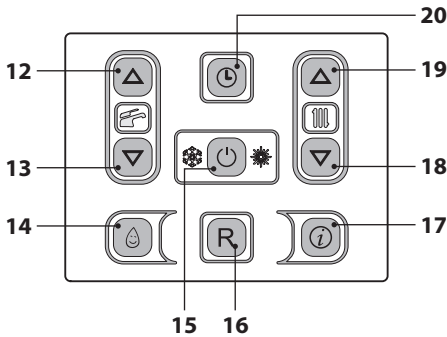
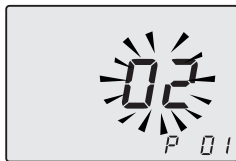

Figura 5.63
Figura 5.64
- Entrare in "modalità programmazione" premendo contemporaneamente per 10 secondi i tasti 15 - 18 - 19 (Figura 5.63) fino a far apparire sul display LCD le lettere **P01**, indicanti l'entrata nel "parametro 01" (Figura 5.64).
- Premendo il tasto 15 (Figura 5.63) si ottiene la conferma del valore inserito.